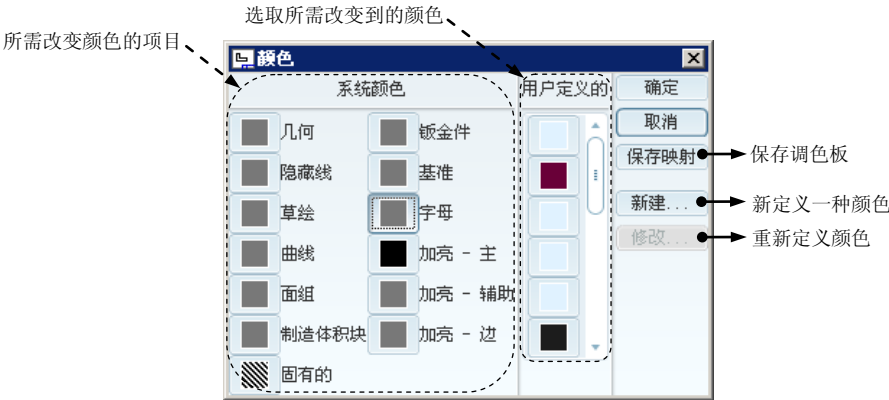

图 5.2.111 “颜色”对话框
c) 在 注解/尺寸 区域中，可以设置注解或尺寸的对齐方式、行间距大小、是否打断剖面线等。如单击 颜色 命令按钮，系统弹出图 5.2.111 所示的“颜色”对话框，可以先选取需改变颜色的项目，再选取所需的颜色，最后单击 确定 按钮，即可改变所选尺寸的颜色（包括尺寸文本和尺寸线），用户还可新建并自己定义新的颜色。